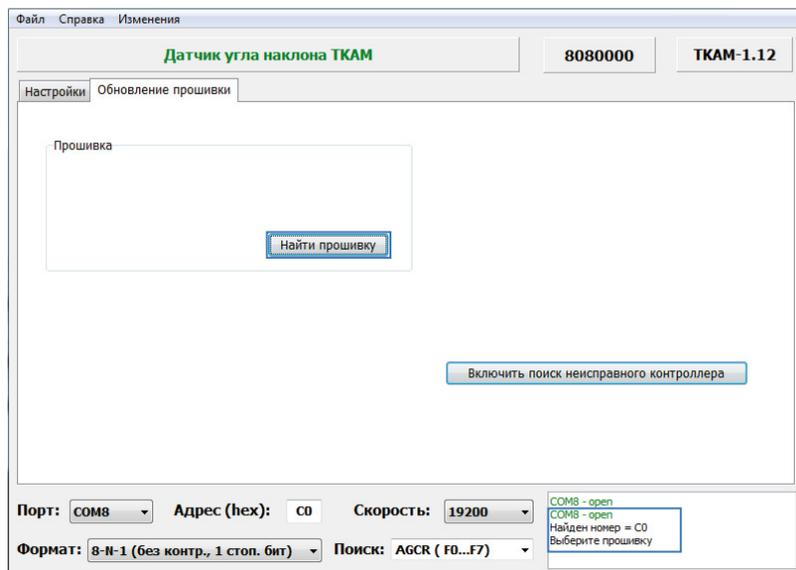

Рис.30. Поиск неисправного датчика.
• Подключить датчик «ТКАМ» с поврежденной прошивкой к программатору «TKLS-Prog-485», подключенному к компьютеру. Программа «AGPConf» обнаружит неисправное устройство и предложит выбрать файл прошивки для загрузки в это устройство – в окне состояния появится сообщение «Выберите прошивку» и на вкладке станет доступной кнопка «Найти прошивку» (Рис.30).